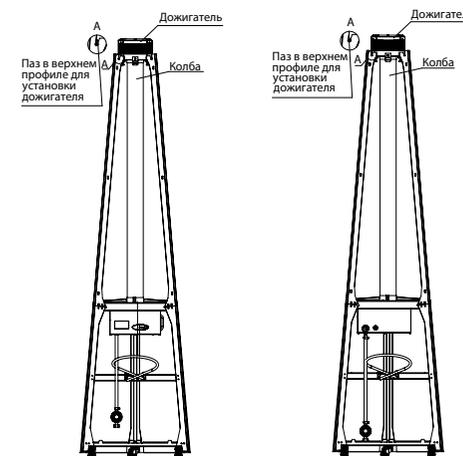

Рис. 12 Установка колбы и дожигателя
- Извлеките из коробки колбу и аккуратно вставьте дожигатель на профили (рис.12), фиксируя колбу, затяните винты;